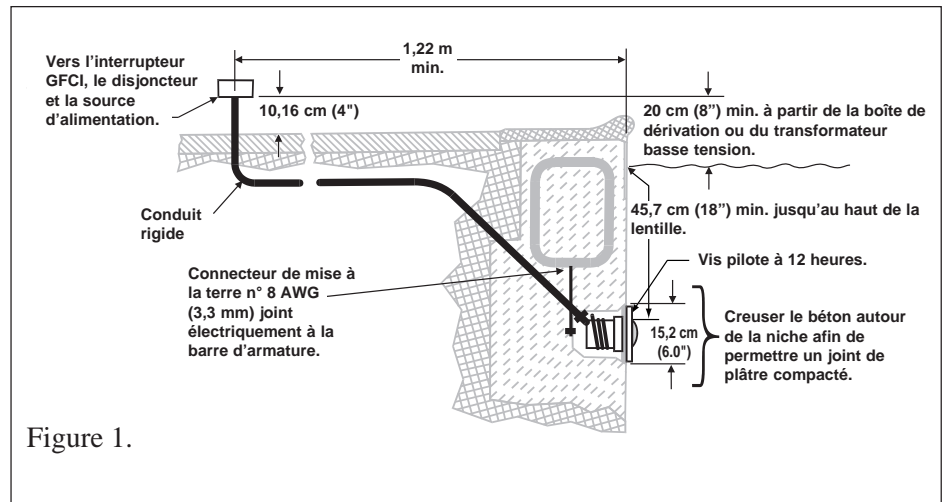

Figure 1.
A. Avant que l'appareil d'éclairage ne puisse être installé, l'électricien devra procéder aux préparatifs suivants, cf. figure 1 ci-dessous.
- b. La boîte de dérivation (ou, pour les modèles de 12 volts, le transformateur basse tension) est située à au moins 20 cm (8 pouces) au-dessus du niveau du sol et à au moins 1,22 m (48 pouces) du bord de la piscine, cf. figure 1 ci-dessous.
- d. La niche submersible doit être installée convenablement, de telle manière que le trou de la vis soit à 12 heures et que le rebord supérieur de la lentille du luminaire soit à une profondeur d'au moins 45,7 cm (18 pouces) au-dessous de la surface de l'eau dans la piscine, cf. figure 1 ci-dessous.
- e. La niche immergée comporte des joints électriques appropriés et est convenablement reliée à la terre au moyen du connecteur de terre n° 8 AWG (3,3 mm) situé à l'arrière de la niche, cf. figure 1.
1. Acheminer le cordon à travers le conduit jusqu'à la boîte de dérivation en laissant au moins 1,22 m (4 pieds) à enrouler autour de la lampe au niveau de l'appareil d'éclairage, cf. figure 1. Ce mètre vingt-deux permet de procéder au remplacement de la lampe une fois la piscine remplie d'eau.
- b. La boîte de dérivation (ou, pour les modèles de 12 volts, le transformateur basse tension) est située à au moins 20 cm (8 pouces) au-dessus du niveau du sol et à au moins 1,22 m (48 pouces) du bord de la piscine, cf. figure 1.
- d. La niche immergée est correctement installée de manière à ce que le bord supérieur de la lentille de la lampe soit à au moins 45,7 cm (18 pouces) au-dessous de la surface de l'eau dans la piscine, cf. figure 1.
5. Laisser au moins 1,22 m (4 pieds) de cordon à enrouler autour de la lampe, cf. figure 1. Ce mètre vingt-deux permet de procéder au remplacement de la lampe une fois la piscine remplie d'eau.